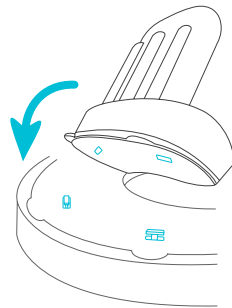

Fig. 5b
- Todos los juguetes deben estar alineados con sus cajas de lengüetas individual o dobles en la bandeja del centro de actividades (Fig. 5b). Alinee la base para juguetes con la tapa superior. Desde abajo de la tapa superior, empuje la traba hacia arriba y gírela hacia la izquierda para trabar.